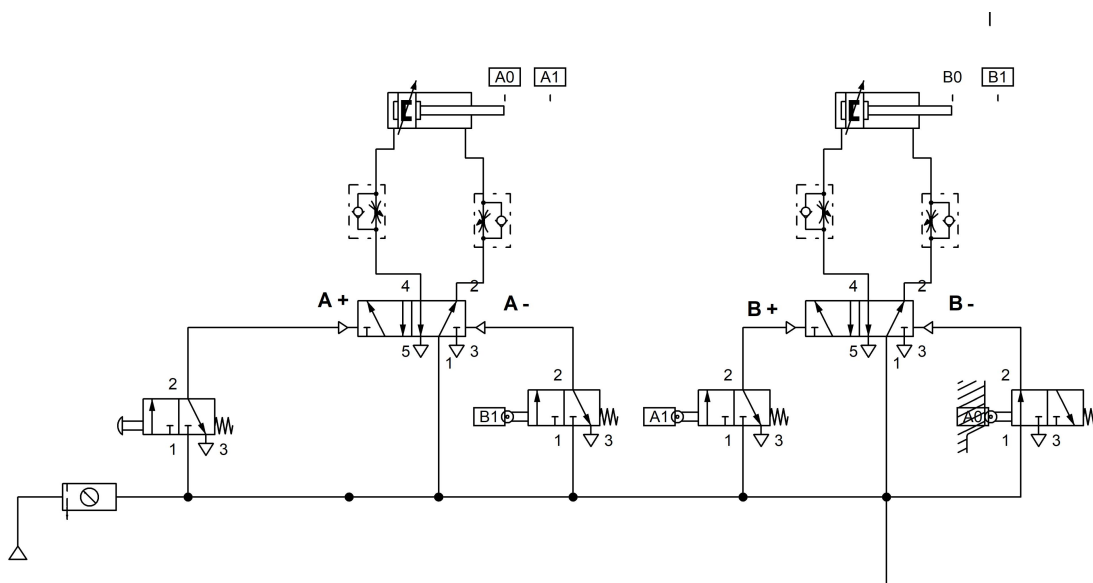

Figure 1
1) Le schéma ci-dessous (Figure 1) représente un circuit de commande pneumatique agissant directement sur les distributeurs pneumatiques.